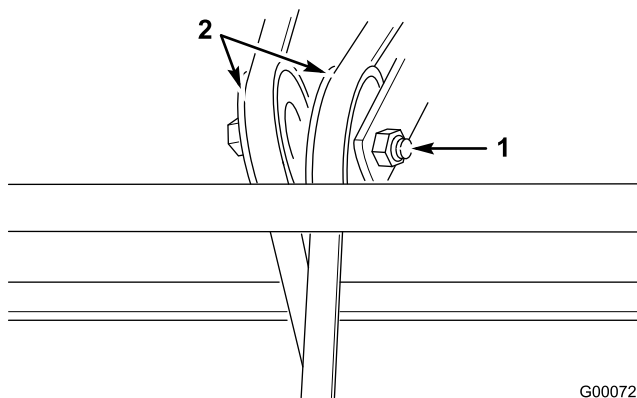

Figura 32
- Allentate il dado e spostate la puleggia fino ad ottenere la giusta tensione della cinghia (Figura 32).
- Tagliate la cinghia usurata e toglietela (Figura 32).
- Allentate i dadi di regolazione sulle pulegge tendicinghia (Figura 32).